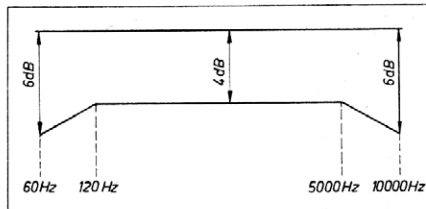

Bild 3: Gesamtfrequenzgang
- An den Kontakt 3 bzw. 5 und Masse der Radio-Mikrofon-Buchse NF-Millivoltmeter anschließen und Pegel der einzelnen Frequenzen bei Wiedergabe messen, Pegelverlauf muß Toleranzfeld gemäß Bild 3 entsprechen.